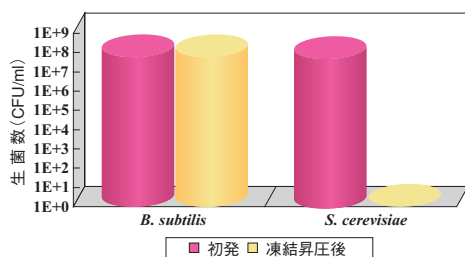

図3 凍結昇圧処理による殺菌
*S. cerevisiae*が死滅したのに対して、*B. subtilis*では、生菌数の減少は認められませんでした(図3)。